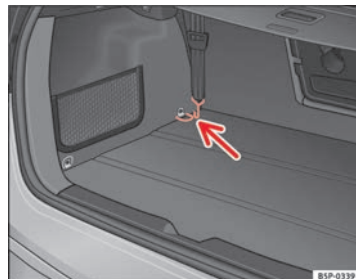

Fig. 127 Anelli di fissaggio per tendere la rete di separazione
- Attaccare le cinture agli anelli di fissaggio anteriori per tendere la rete ⇒ **fig. 127**. ■